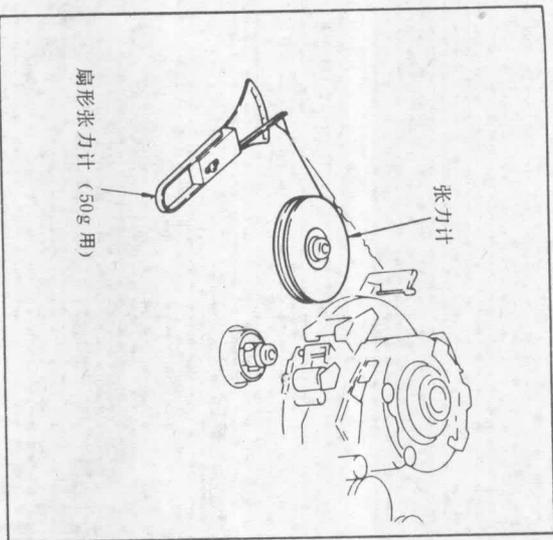

图 30 软制动调整-1
- 1) 把张力计(SL-0011)放在电磁带盘底并挂一个扇形张力计，如图 30 所示。